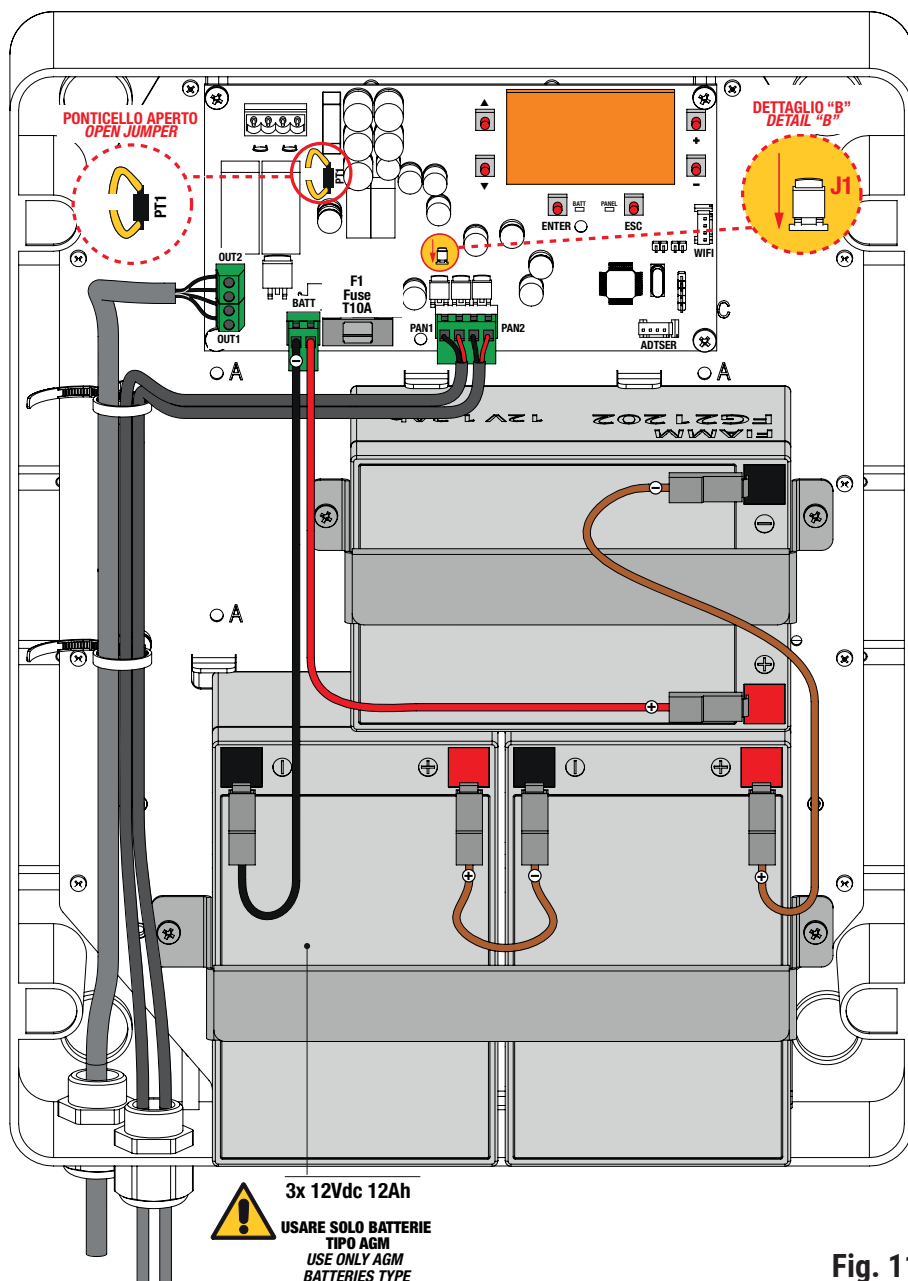

Fig. 11
- Prima di collegare le batterie accertarsi che il jumper **J1** (Dettaglio B, fig.5 / Dettaglio B, fig.11) sia **INSERITO**